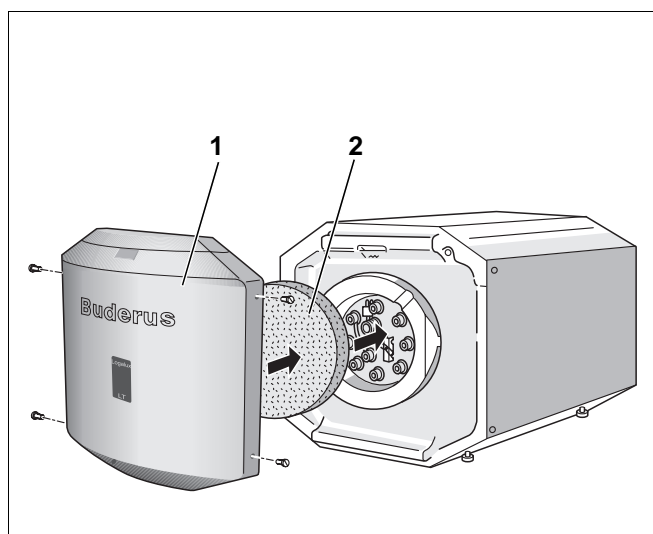

Рис. 19 Установка теплоизоляции и передней стенки
- Вставить теплоизоляционный элемент (рис. 19, **поз. 2**) перед крышкой смотрового люка.
- Установить переднюю стенку (рис. 19, **поз. 1**) и закрепить 4 болтами.